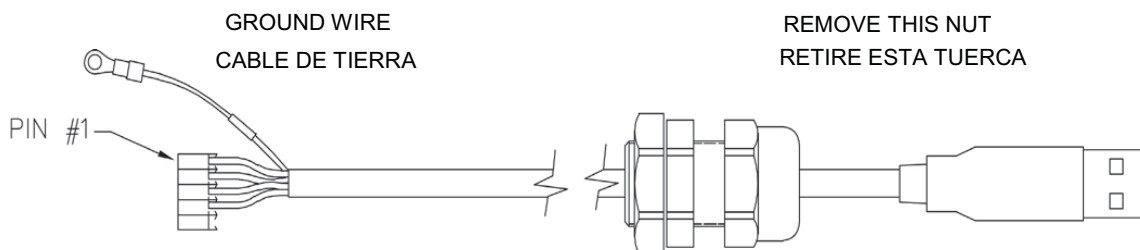

Figura No. 9
3. Afloje la tuerca del conector de glándula del ensamble de cable/glándula 8200-B163-0A (ver la Figura No. 9) y deslice a través del cable del conector 5 pines y cable de tierra.
8. Para fijar el cable de tierra (ver Figura No. 9); retire una tuerca y arandela 6-32 de la esquina del tablero principal.